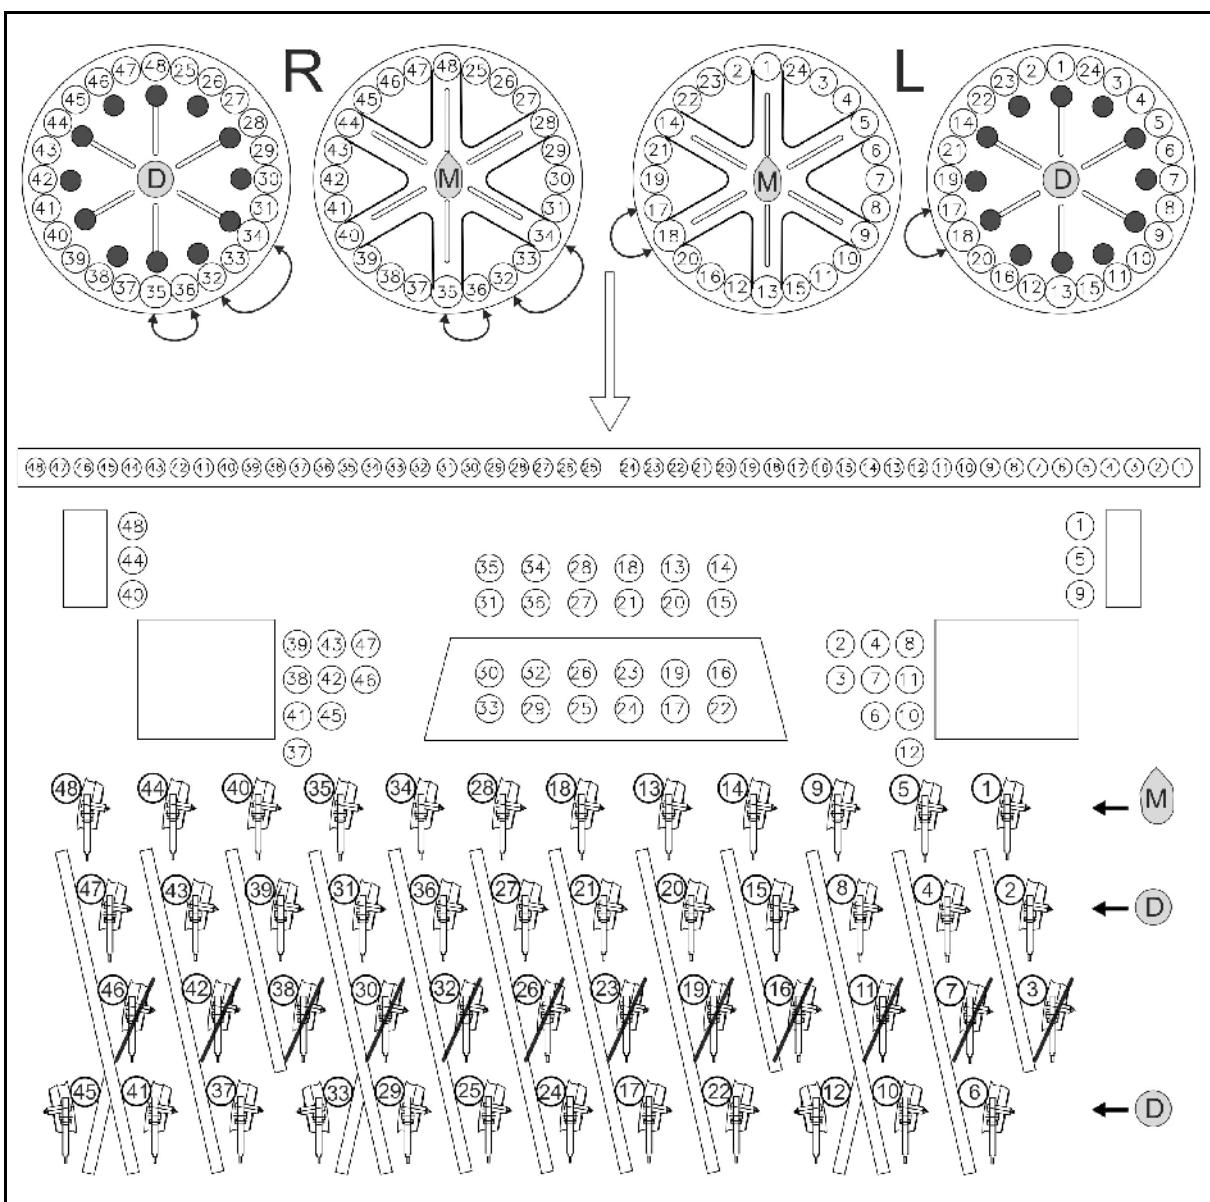

Рис. 37
- Кукуруза **M**: установите заслонки согласно Рис. 37 montieren.
- Удобрения **D**: установите заглушки согласно Рис. 37.